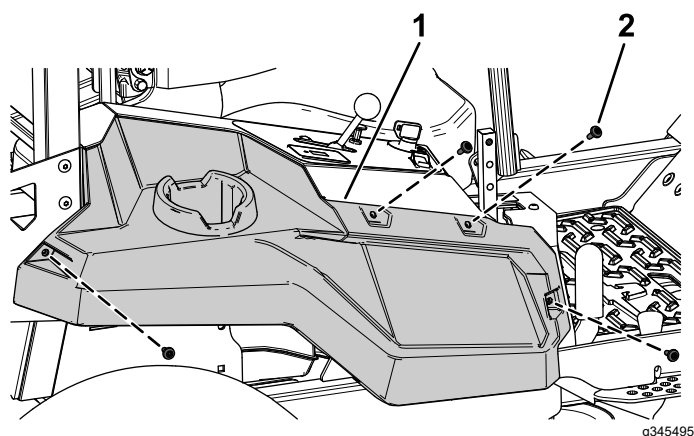

Figura 16
4. Retire los 4 tornillos de cuello largo que sujetan el carenado derecho (Figura 16).
5. Retire el carenado derecho (Figura 16).